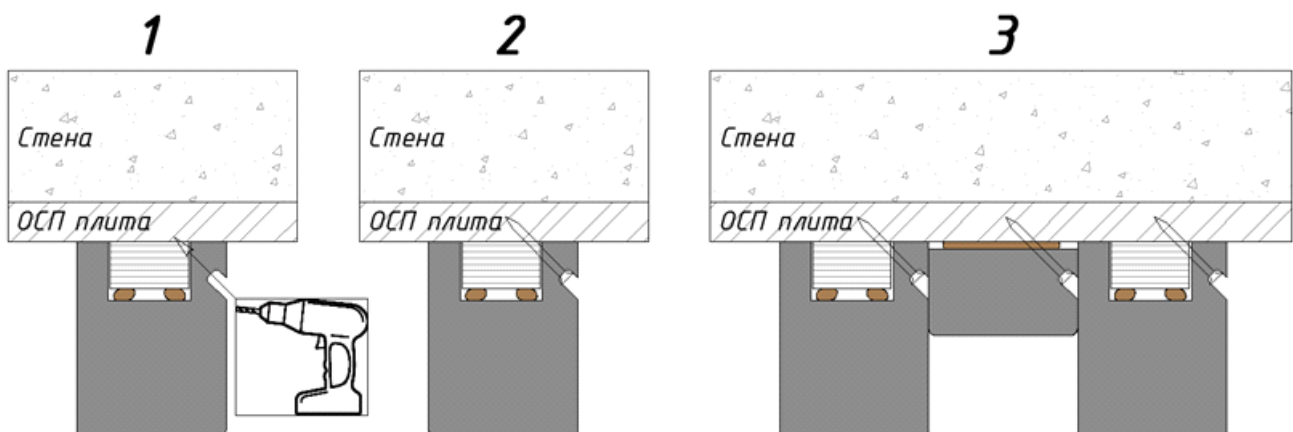
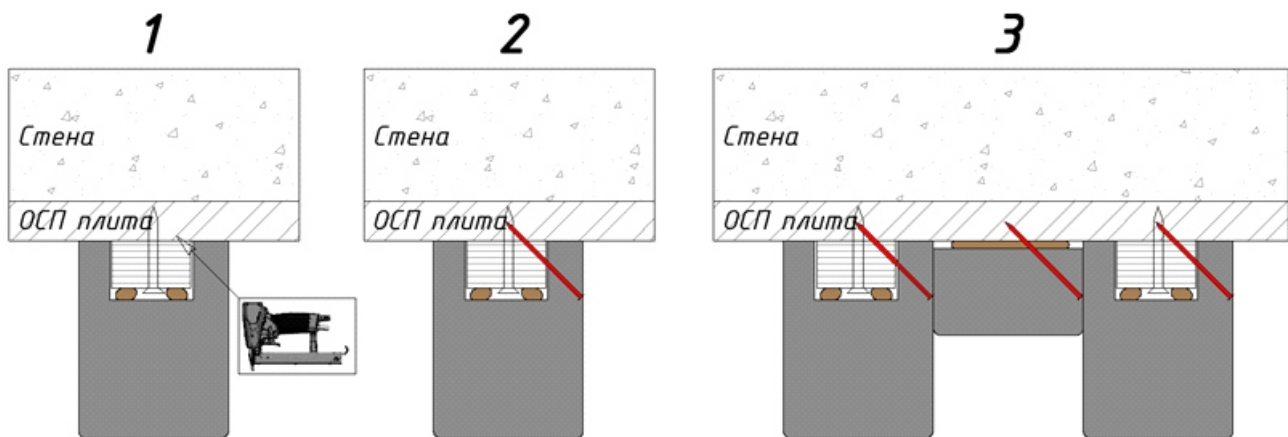

Рисунок 5. Крепление с помощью самореза и жидких гвоздей
Рисунок 6. Крепление при помощи шпилечника и жидких гвоздей
4. Если дополнительно используется декоративная рейка фоновая 22*38*2800 мм., то монтаж, в зависимости от основания, можно ускорить за счёт того, что эти элементы будут скрывать крепление. Если основание подготовленное, для крепежа можно использовать саморез с предварительной зенковкой сверлом — чтобы спрятать шляпку самореза (Рис. 5). Более удобным альтернативным вариантом может быть пневмопистолет со шпильками (Рис. 6)